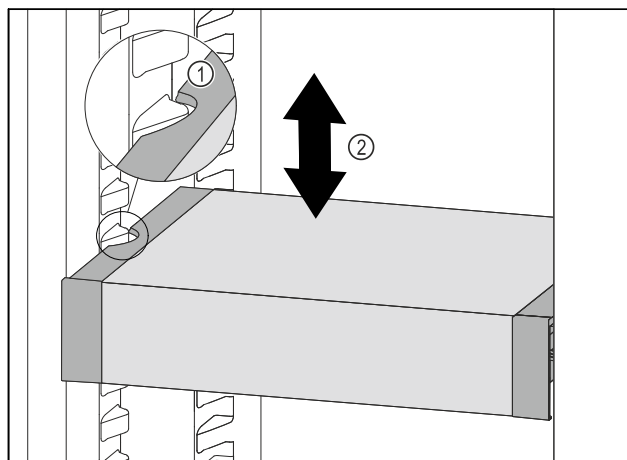

Fig. 177
- VarioSafe vucite prema naprijed sve dok se bočni otvori VarioSafe ladice ne nađu na visini žlijeba spremnika u hladnjaku. Fig. 177 (1)
- Pomičite ladicu VarioSafe u hladnjaku prema gore ili dolje sve dok ne dosegnete željenu visinu. Fig. 177 (2)